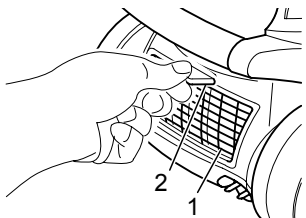

Abb. 24
- Öffnen Sie die Ausblasfilter-Abdeckung (Abb. 24/1). Drücken Sie dazu die Verriegelung (Abb. 24/2) nach unten und ziehen Sie die Ausblasfilter-Abdeckung nach hinten.